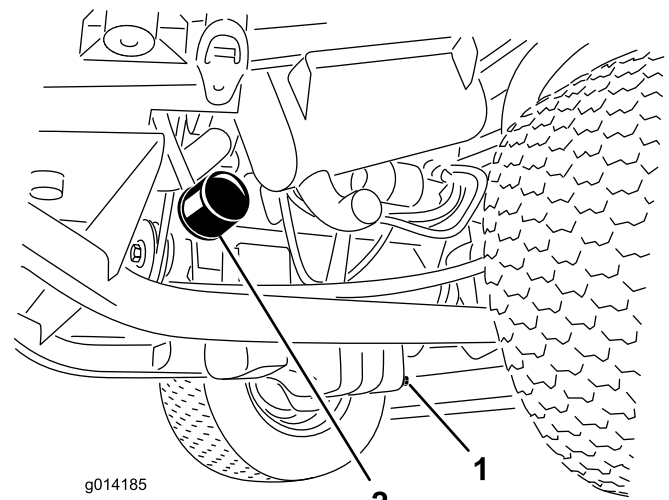

Figure 45
3. Déposez le filtre à huile (Figure 45).
1. Retirez le bouchon de vidange (Figure 45) et laissez couler l'huile dans un bac de vidange.